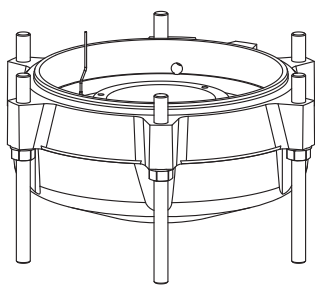

Bild 20: Avlägsna oljehusgaveln (J 205, J405)
7.6 Oljehusgavel på J205 och J 405 (Bild 20)